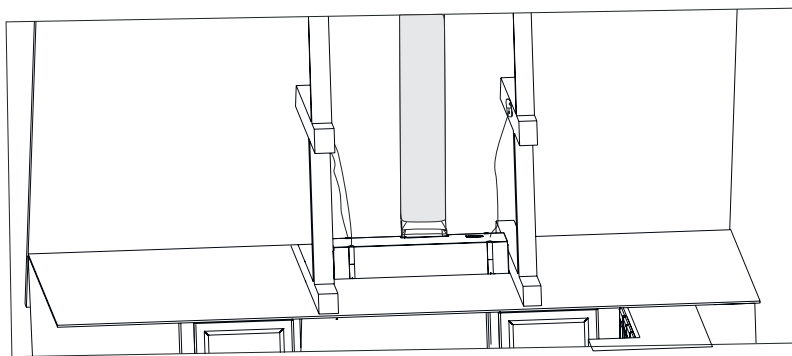

Fig. 15
9. ➔ Anslut ena änden av utsugskanalen till utsugsstosen ovanpå fläkten och den andra änden till takkåpan (Fig. 15).